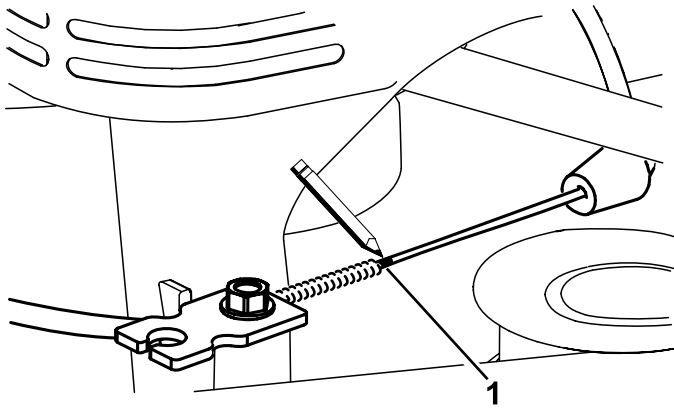
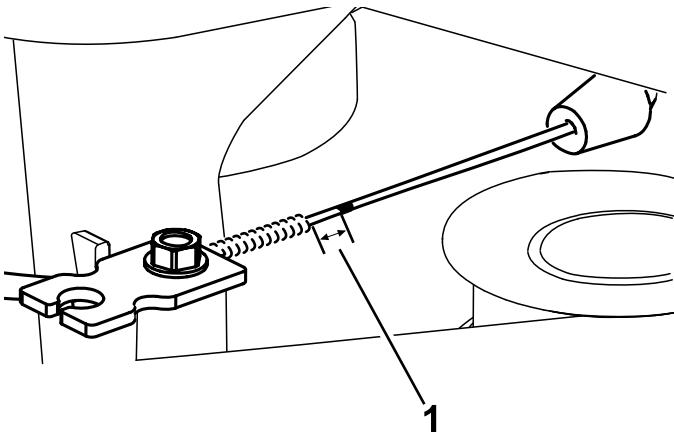

Bild 49
Bild 50
7. Markieren Sie den Bremszug (Bild 49) und stellen Sie dann den Mantel ein, bis das Spiel ca. 3 mm ist (Bild 50).